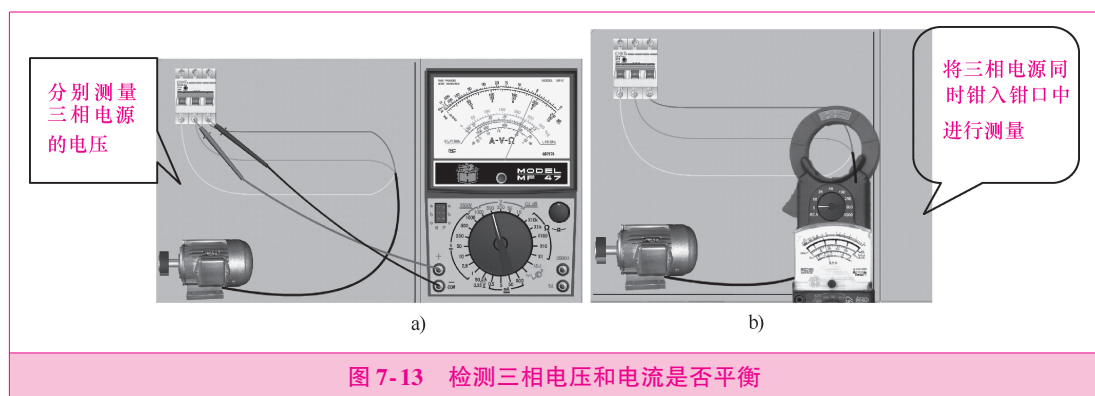

图 7-13 检测三相电压和电流是否平衡
2) 用仪表**检查电源电压和电流的变化情况**，一般电动机允许电压波动为定电压的 $\pm 5\%$ ，三相电压之差不得大于 5% ，并要注意判断是否断相运行。各相电流不平衡值不得超过 10% （见图 7-13），否则必须查明电流不平衡的原因，采取补救措施后才能继续使用。